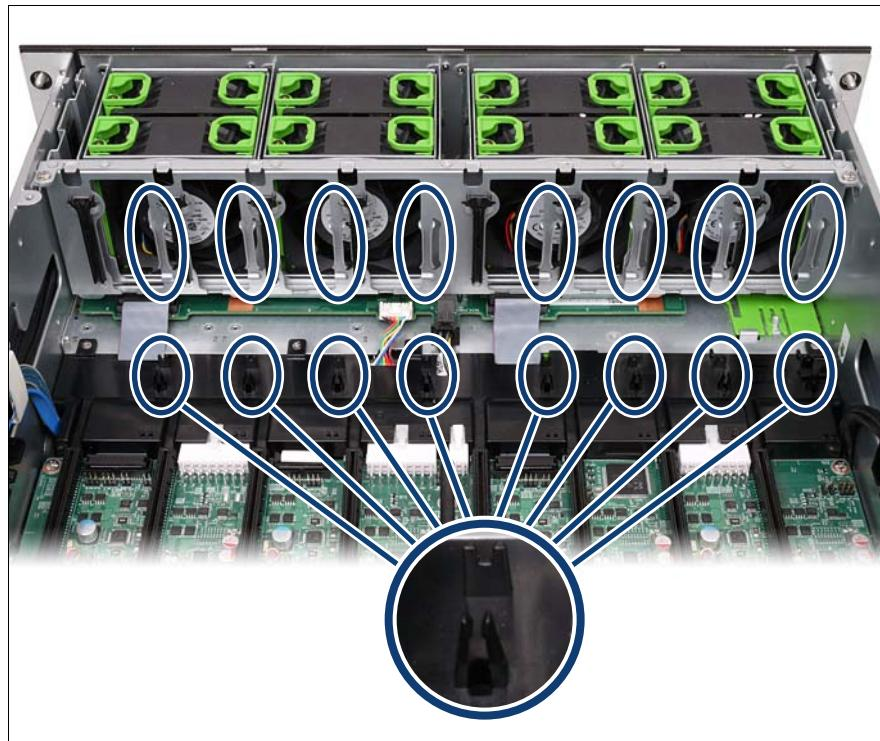

図 21: メモリ仕切り板の金属製の固定ガイドとメモリラグサポートの位置
- ▶ メモリボード (30 ページ の図 12 を参照) とメモリ仕切り板 (40 ページ の図 21 を参照) を再び取り付けます。